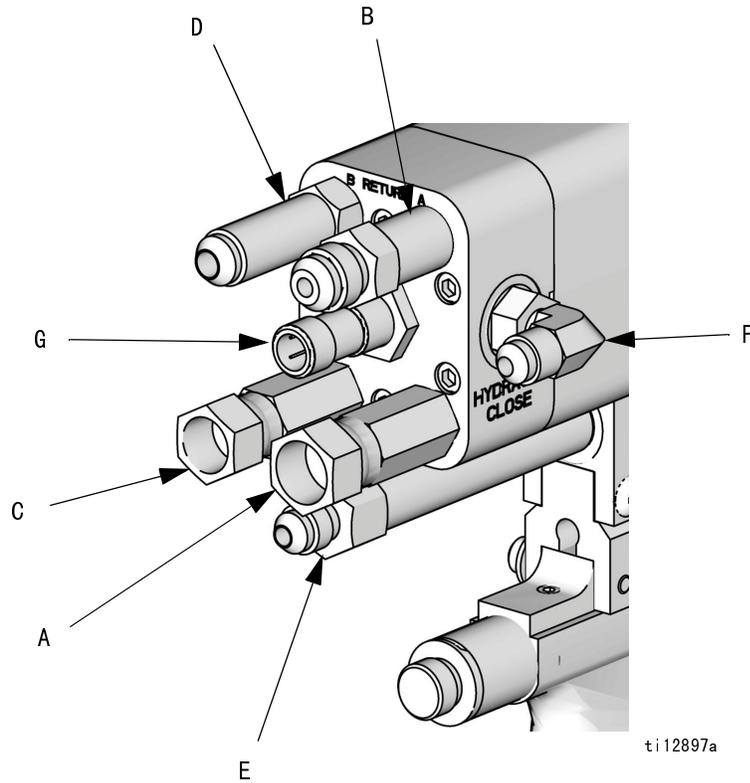
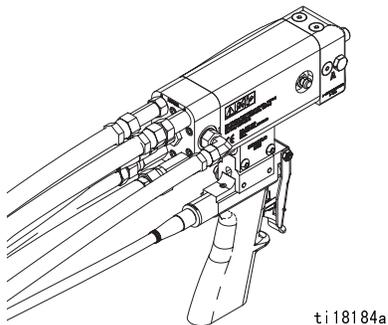

图 5
图 9
11. 将化学软管安装到喷枪上。请参见图 5 (第 10 页) 和图 9。